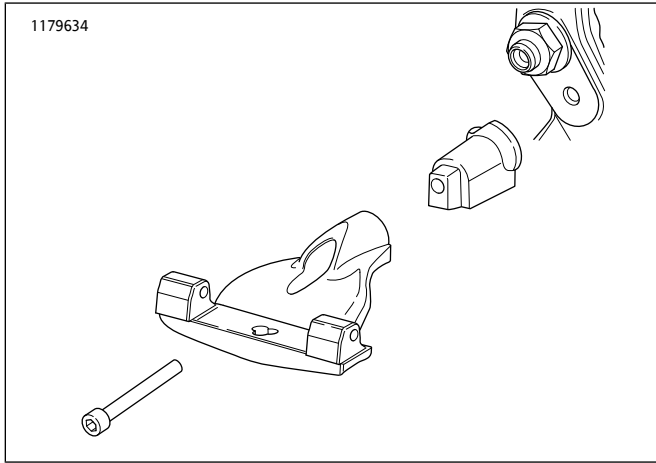
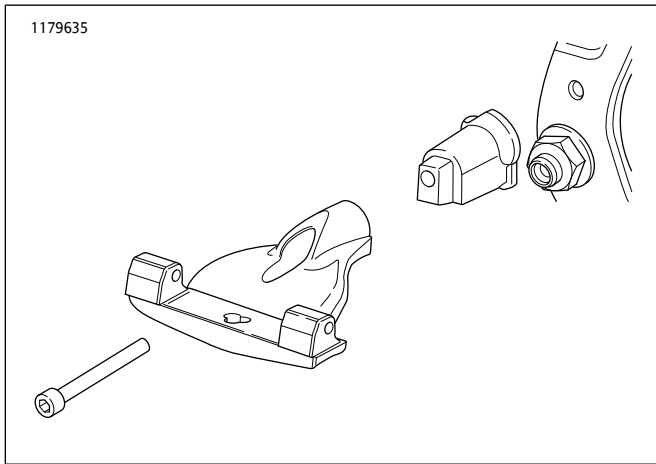

图4。在左侧安装: FXBR/S、FXBB、FLFB/S、FLSL、FXLR
图5。在左侧安装: FLSB、FLHC、FLDE
2. 对于FXBR/S、FXBB、FLFB/S、FLSL和FXLR车型,参见图4。对于FLSB、FLDE和FLHC车型,参见图5。定位脚踏板底架。在凹头盖螺丝上涂抹Loctite 243螺纹锁固剂,然后将其穿过底板组件和正确的适配器插入安装孔。